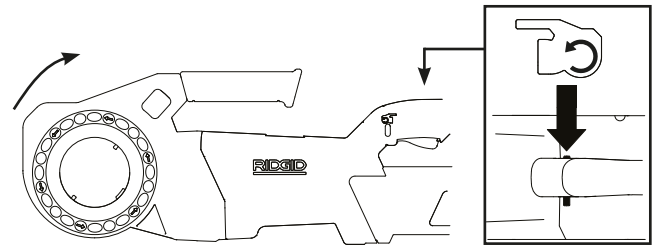

Abbildung 5A - Schalterstellung VORWÄRTS (im Uhrzeigersinn)
- Schieben Sie den Schiebeschalter Vorwärts/Rückwärts in die Position Vorwärts. Drücken Sie den EIN/AUS-Schalter und lassen Sie ihn wieder los. Vergewissern Sie sich, dass sich der Kraftantrieb in die richtige Richtung (siehe Abbildung 5A) dreht und beim Loslassen des Schalters anhält.